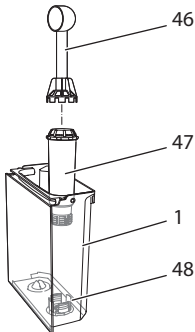

Fig. 25: Enroscar/desenroscar el filtro de agua
- Retire el filtro de agua cuando la máquina visualice el requerimiento (véase Fig.25, página 184).